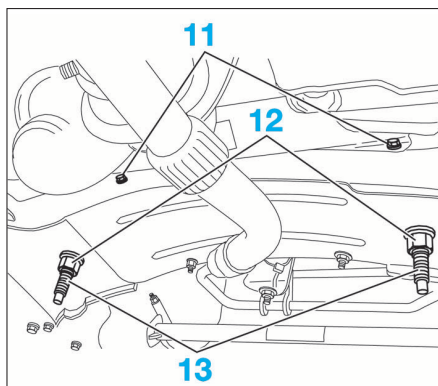

FIG. 14
- les 2 vis de fixation (11) (Fig.14) de l'écran thermique.